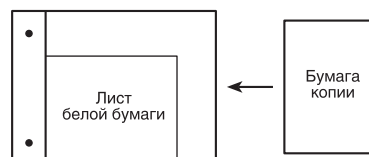

Рис. 29. Регулировка центрального отклонения копии в модели SF-7320
1. Положите на стекло оригинала лист белой бумаги формата B5 (216 × 140 мм) в положении «ландшафт» (горизонтальное положение), как показано на рис. 29.
2. Поместите в аппарат лист бумаги B5 (см. рис. 29) в положении «портрет» (вертикальное положение).